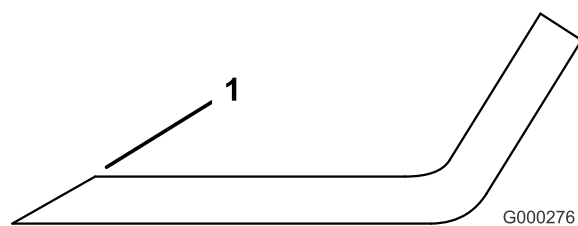

図 29
3. 全部のブレードの切っ先を丁寧に点検する。切っ先が鈍くなっていたり欠けていたりした場合には研磨する。研磨は刃先の上面だけに行い、刃の元々の角度を変えないように十分注意する（図 29）。ブレードの左右